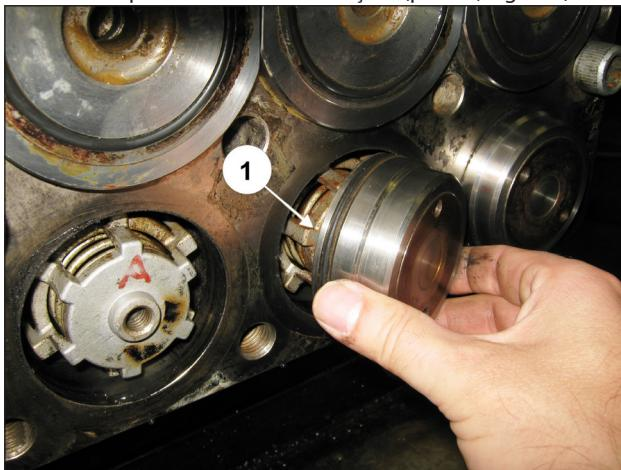

Fig. 139
Insira as tampas da válvula no cabeçote (pos. ①, Fig. 139).